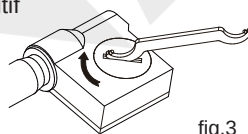

fig.3
- Remettez le couvercle de la batterie en place et tournez-le dans le sens des aiguilles d'une montre pour le fixer (fig.3).